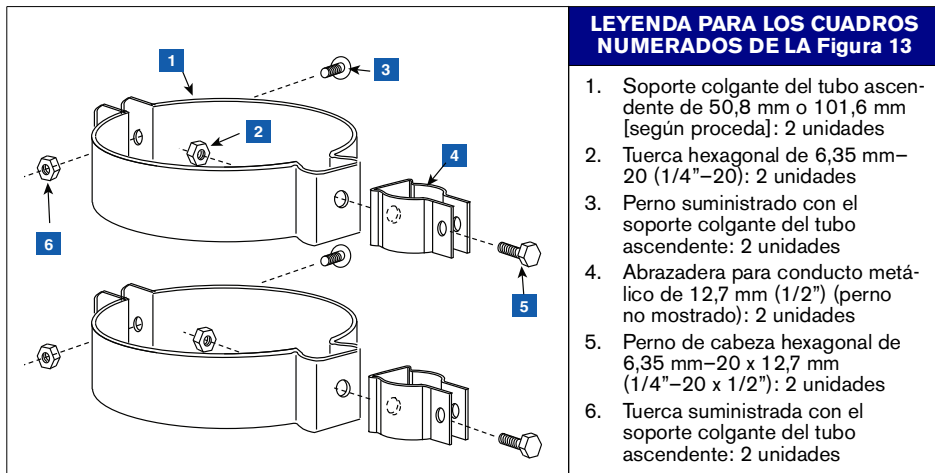

Figura 13. Fijación de abrazaderas para conductos de 12,7 mm [1/2"] a soportes colgantes del tubo ascendente
1. Fije las dos abrazaderas para conductos de 12,7 mm [1/2"] a los dos soportes colgantes del tubo ascendente del juego del hardware de instalación (330020-528 o 330020-835) (50,8 mm [2"] o 101,6 mm [4"], según proceda) como se muestra en la Figura 13. Oriente los soportes colgantes del tubo ascendente de modo que los orificios de las abrazaderas de 12,7 mm (1/2") (elemento 4) queden alineados verticalmente.